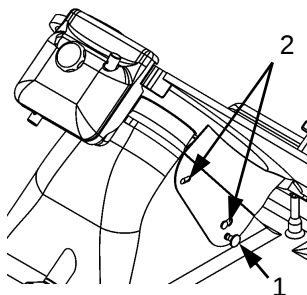

Abb.50
3. die drei oder vier Schrauben (Abb. 50 Detail f), je nach Modell, die das Schneideblatt blockieren abschrauben;
6.2.3 - Reinigung des Scheibenhalters (Abb.50)